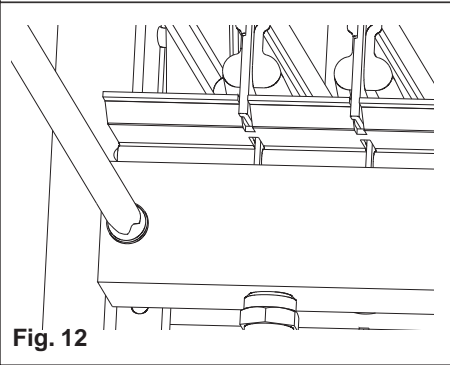

Fig. 12
- Svitare le viti che tengono in posizione il diffusore (fig. 12)